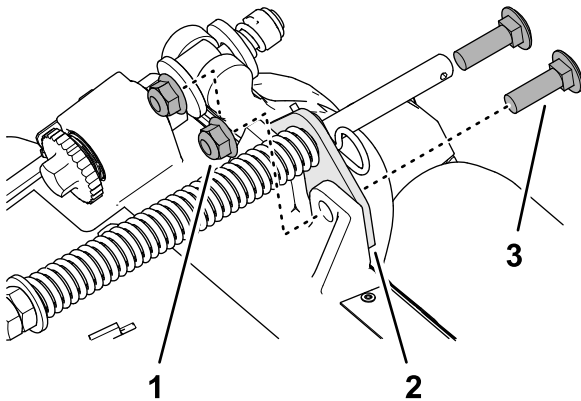

**Bild 17**
1. Wenn der Splint im hinteren Loch der Kompensierungsfederstange installiert ist, entfernen Sie den Splint und setzen Sie ihn in das Loch neben der Halterung ein (Bild 17).